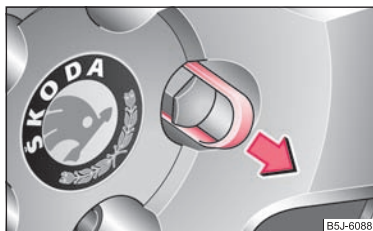

Abb. 149 : Abdeckkappe von der Radschraube abziehen
- Ziehen Sie die Kappe mit der **Kunststoffklammer** ab ⇒ Abb. 149.